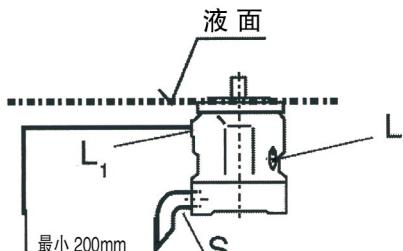

图 1
- a) 当油箱的最低液面高于或等于安装法兰面时，将“L”堵死，而将“ L_1 ”和进油口“S”打开，建议按图 1 配管。